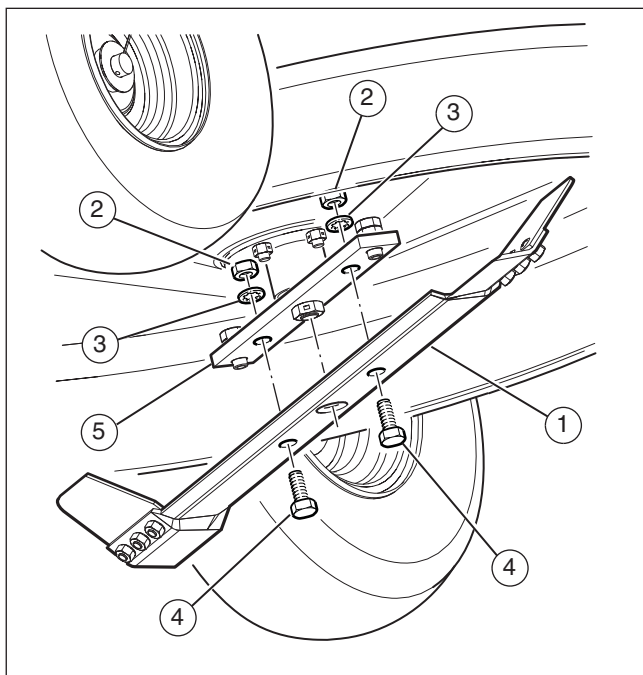

Figura 21
- Controllare spesso la lama (1) per vedere che non sia consumata in modo eccessivo e che non ci siano incrinature o altri danni (vedere **Figura 21**).
- Controllare spesso i dadi (2) che tengono la lama in posizione. Mantenere i dadi ben serrati.
3. Togliere i dadi (2), le rondelle (3) e i bulloni (4) che tengono in posto la lama (1) (vedere **Figura 21**).
6. Montare la lama sul mandrino (5).
8. Fissare la lama con i bulloni (4), le rondelle (3) e i dadi (2) originali.